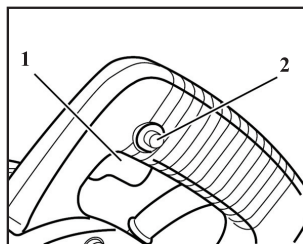

рис. 7
4.2 Для кратковременного включения пилы плавно нажать на кнопку выключателя **1** (рис.7). Для отключения кнопку выключателя отпустить. Для длительного включения плавно нажать на кнопку выключателя и зафиксировать его кнопкой фиксатора **2** (рис.7). Для отключения - выключатель нажать и отпустить, не нажимая фиксатор.